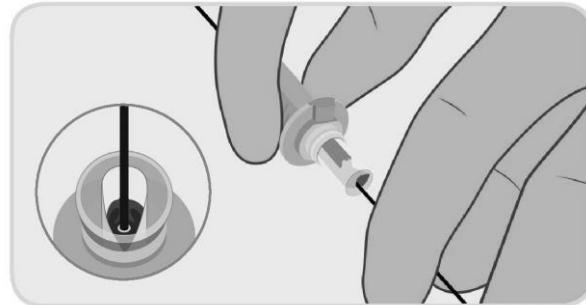

Figura 7. Caricamento del filo guida nella cannula del dispositivo.
- a. Usare una soluzione salina non eparinata per lubrificare il filo guida durante l'introduzione. Introdurre il filo guida nell'impianto all'interno della cannula di caricamento, Figura 7. Continuare a introdurre il filo guida fino a farlo fuoriuscire dalla parte posteriore dell'impugnatura del dispositivo di chiusura PerQseal®. Tenere l'introduttore a guaina PerQseal® ad un'angolazione bassa rispetto all'asse longitudinale dell'arteria (ad es. 20°) e quanto più possibile dritto per evitare piegamenti.
Nota 2: Afferrare solo la parte posteriore della cannula di caricamento durante l'inserimento, come indicato in Figura 7.